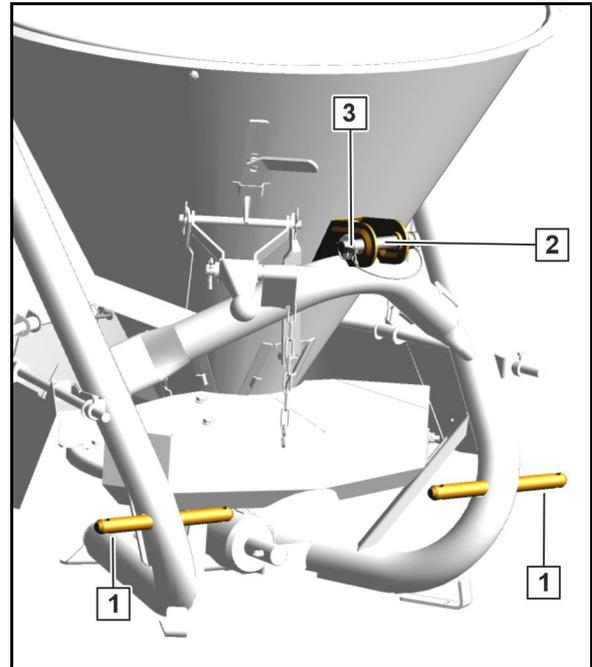

Fig. 21
- Fijar el brazo inferior del tractor contra el perno que le corresponde (cat. I) asegurarlo con el pasador de clavija (Fig. 21/1).
- Fijar el brazo superior del tractor por medio del perno correspondiente (Fig. 21/2) al punto superior de acople de la máquina y asegurarlo con el pasador de clavija (Fig. 21/3).